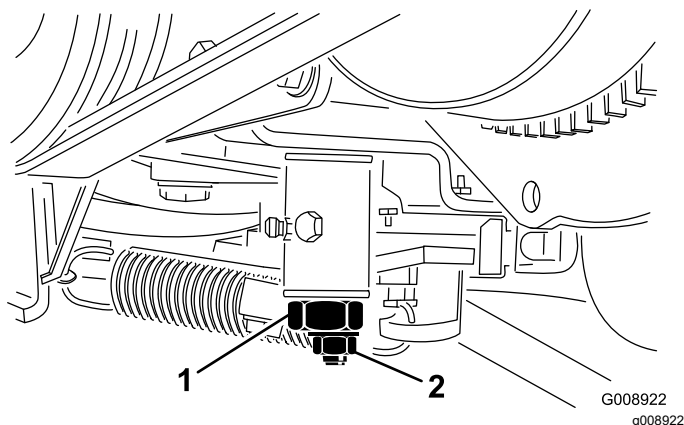

Figura 56
4. Afloje la contratuerca de la leva de ajuste de tracción (Figura 56).